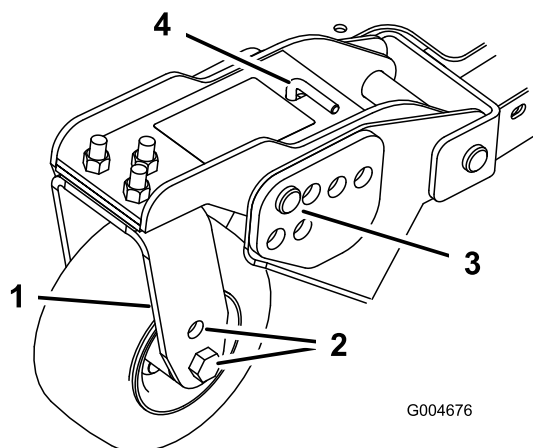
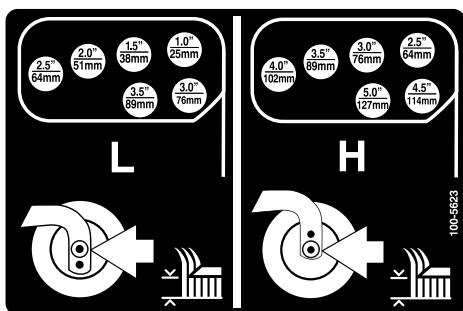

Figure 24
Figure 25
1. Placez les essieux des roues pivotantes dans les mêmes trous sur toutes les fourches (Figure 22 et Figure 24).
6. Enlevez la goupille fendue et les axes de chape des bras pivotants (Figure 24).
7. Tournez la tige de tension pour élever ou abaisser le bras de pivot jusqu'à ce que les trous soient en face de ceux du support de hauteur de coupe sélectionnés dans le cadre du plateau de coupe (Figure 24 et Figure 25).